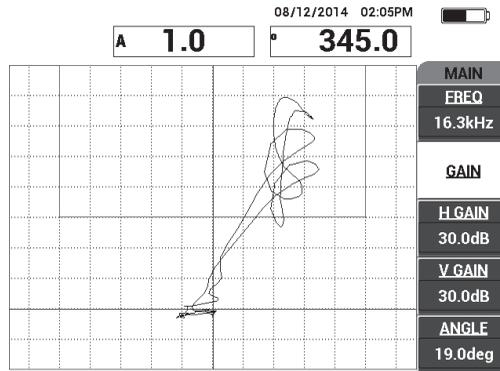

Abbildung 6-68 Zweites Abtasten des Defekts
4. Halten Sie die Sondenspitze auf einen Bereich ohne Defekt, drücken Sie erneut auf die Direktzugriffstaste CAL NULL (\oplus) und scannen Sie langsam über den Defekt. Vergewissern Sie sich, dass die Erkennung zufriedenstellend ist und ändern Sie ggf. **VERST.**, **VERST. H** oder **VERST. V** (siehe Abbildung 6-68 auf Seite 187).